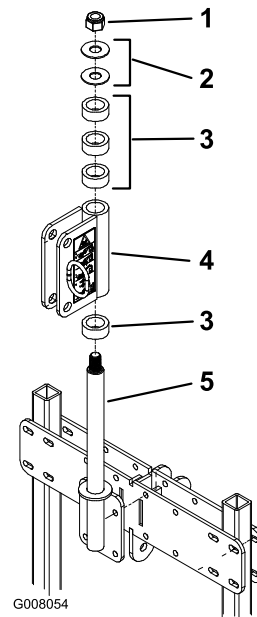

図 11
10. ピン・アセンブリに、パイプ・スペーサとピボット・ヒッチを通す (図 11)。
11. ピン・アセンブリに、パイプ・スペーサ (3個) とワッシャ (2枚) を通す。このアセンブリを1in ナットで固定する (図 11)。